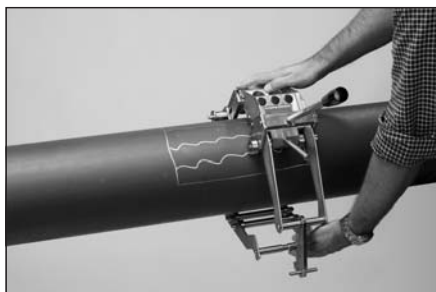

Рис. 4
- Держите прибор за верхнюю (2) и нижнюю (1) части и поверните его радиально вокруг трубы примерно на 1/4 оборота против направления чистки (рис. 4+5).